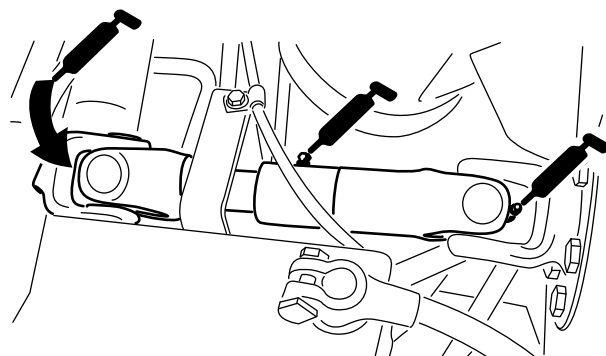

Figure 29
- Joint de cardan d'arbre d'entraînement de pompe (3) – Figure 29